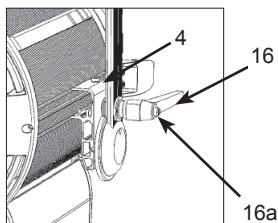

Abb. 3 / figure 3
- Bei Lieferung befindet sich der Haltebügel (2) in Ausgangsposition (Bügel umschließt Linse).
- Schrauben an der Bügelhalterung (4, Abb. 3) beidseitig mit Torx-Schraubendreher Nr. 25 leicht lösen, Bügel bis zur Linsenfassung (14) vorziehen.
- Bügelklemmhebel (16) lockern und Haltebügel nach oben schwenken.
- Zur Einstellung des idealen Schwerpunkts, Haltebügel (2) mittig zur Markierung "Centre" (20) verschieben. Ziehen Sie dann die Schrauben an Bügelhalterung (4) wieder fest.
- Schwenken Sie nun den Haltebügel in die gewünschte Neigeposition. Klemmhebel wieder festziehen. Zur besseren Bedienbarkeit lässt sich die Position des Klemmhebels durch Drücken des Knopfs am Klemmhebel (16a, Abb. 3) verändern.
- Den Stativzapfen (1) und das Distanzstück (1a) auf die Bohrung im Haltebügel aufsetzen, Schraube mit Scheibe und Federring eindrehen und mit Drehmomentschlüssel auf **50Nm** festziehen.
- On delivery the stirrup (2) is tilted to the front.
- Slightly loosen the screws in the stirrup bearing (4, figure 3) on both sides with the No. 25 torque wrench and pull it towards the lens door (14).
- Loosen the tilt lock lever (16) and tilt the stirrup upwards.
- In order to position the stirrup at the ideal balance point move it to the center marking (20) on the side of the lamphead. Then tighten the screws at the stirrup bearing (4).
- Tilt the stirrup to the desired angle and tighten the tilt lock lever. For better leverage, press the knob (16a, figure 3) on the tilt lock lever and turn the lever into the desired position.
- Place the spigot (1) and the spacer (1a) onto the boring in the stirrup, insert the screw with washer and spring washer and fasten it with the torque wrench to **50Nm / 37 foot pounds of torque**.